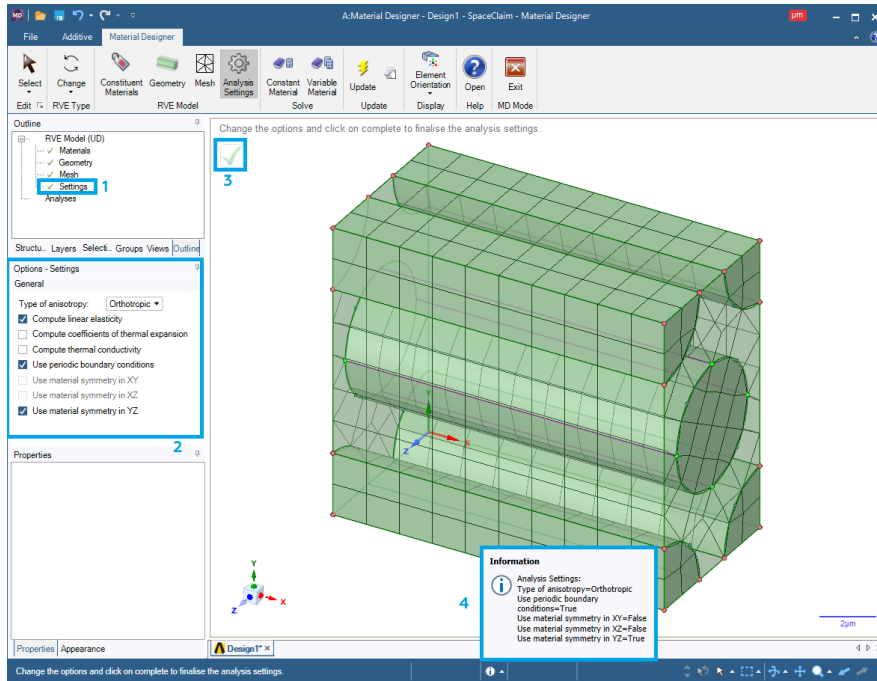

Рис. 11. Выбор характеристик частицы
8. Нажимаем ЛКМ на **Settings** (1). На панели слева (2) можно выставить интересующие настройки анализа объемного элемента (рис. 11), но в нашем случае они остаются без изменения. Нажимаем галочку (3) и видим системное окно, предупреждающее о результатах проведенного анализа (4).